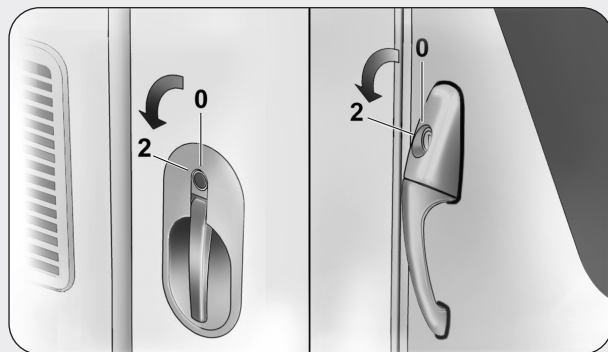

fig. 3
**Per chiudere la porta dall'esterno fig. 3**